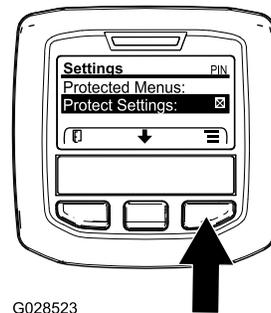

Figura 28
1. Desde el menú PRINCIPAL, utilice el botón central para desplazarse hacia abajo hasta el menú CONFIGURACIÓN y pulse el botón derecho (Figura 28).